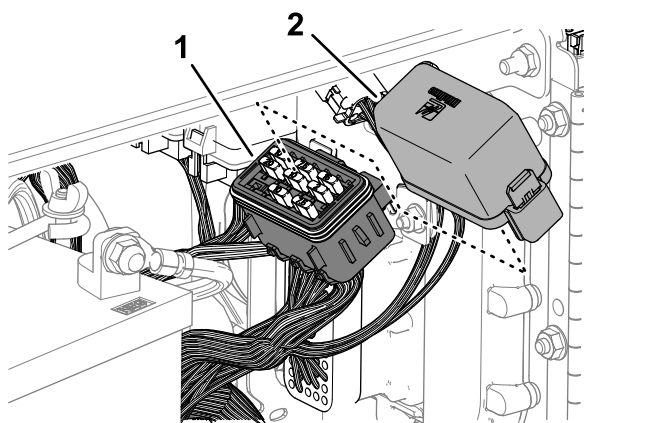

Figura 172
2. Îndepărtați capacul de pe blocul de sigurană (Figura 172).